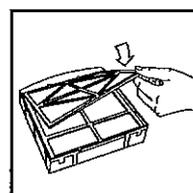

Fig. 8
- Enlevez le préfiltre permanent (fig. 8).